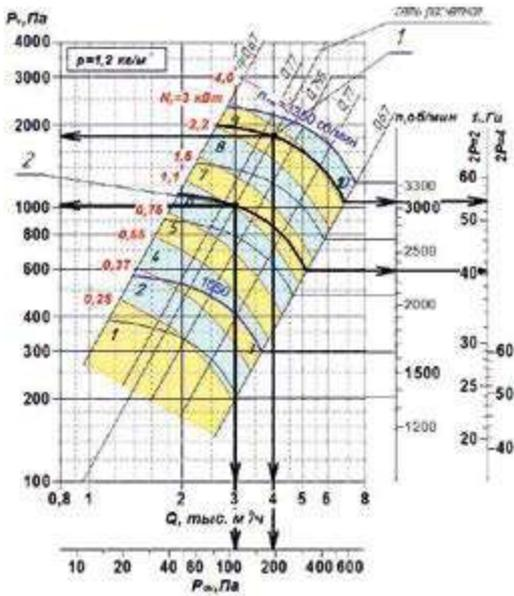

Рис.24 Аэродинамическая характеристика вентилятора ВР 85-77-3,55
- ▶ отложим на графике ВР 85-77-3,55 рабочую точку 1 (рис. 24) режима «ЛЕТО». Проведем через данную точку прямую, параллельную линиям КПД, соответствующую характеристике сети вида $\Delta P = kQ^2$. Укажем на данной прямой точку 2, которая соответствует производительности в режиме «ЗИМА». Через точки 1 и 2 проведем кривые аэродинамических характеристик вентилятора эквидистантные ближайшим кривым. Для обеспечения производительности режима «ЛЕТО» необходимо стандартному вентилятору с синхронной частотой вращения $n = 3000$ об/мин поднять с помощью ПЧ обороты рабочего колеса до $n_n = 3090$ об/мин. Для режима «ЗИМА» – опустить обороты до $n_3 = 2305$ об/мин;